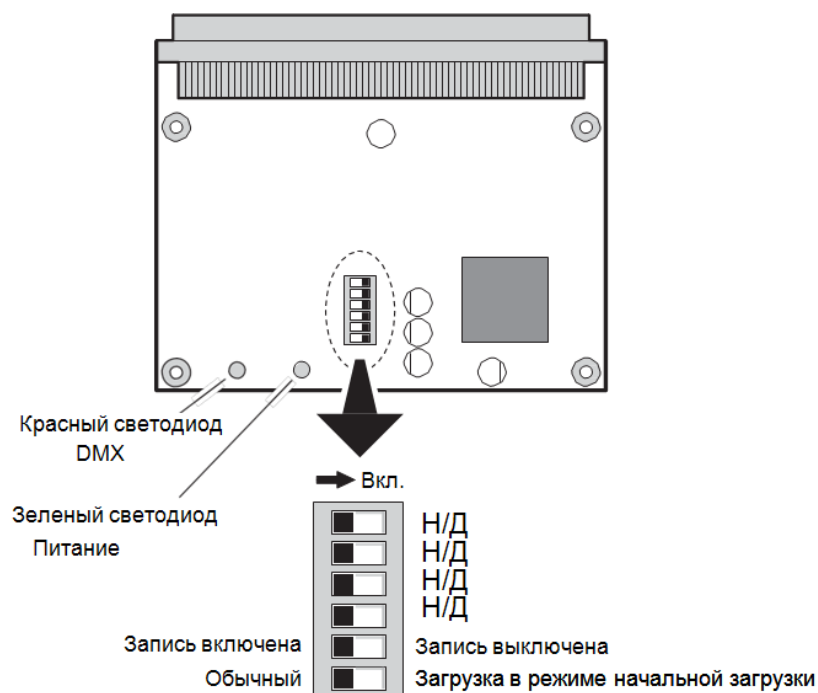

Рисунок 12. Главная плата управления и переключатель DIP
3. См. рисунок 12. Найдите 6-контактный переключатель DIP на плате управления и переместите контакт 6 в положение **ON (ВКЛ.)** (режим начальной загрузки включен).